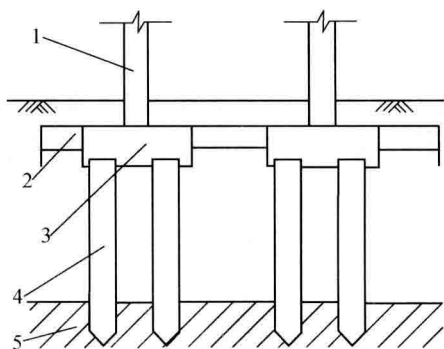

图 1-6 桩基础图
实例 桩基础图 (图 1-6)
(1) 当建筑场地浅基础不能满足建筑物对地基基础设计的承载力和变形要求，且又不便于采取地基处理措施时，可以考虑采用深基础将荷载传至深部坚实土层，其中以桩基础的应用最为广泛。
(2) 桩基础简称桩基，它是由基桩和连接于基桩桩顶的承台共同组成，承台之间一般用承台梁相互连接，如图 1-6 所示。